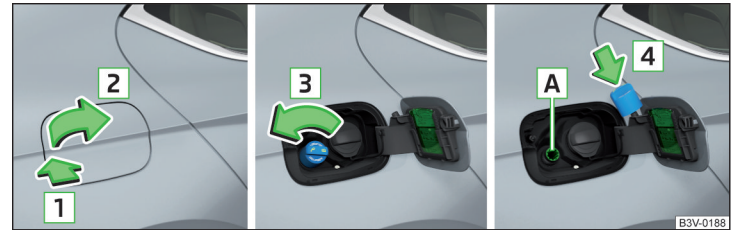

Abb. 225 Tankklappe aufklappen / Tankverschluss herausdrehen / Tankverschluss auf die Tankklappe stecken
Für AdBlue® ist ein separater Tank vorhanden, dessen Einfüllstutzen **A** sich neben dem Tankverschluss befindet » Abb. 225 auf Seite 213.
- Auf die Tankklappe in Pfeilrichtung **1** drücken » Abb. 225.